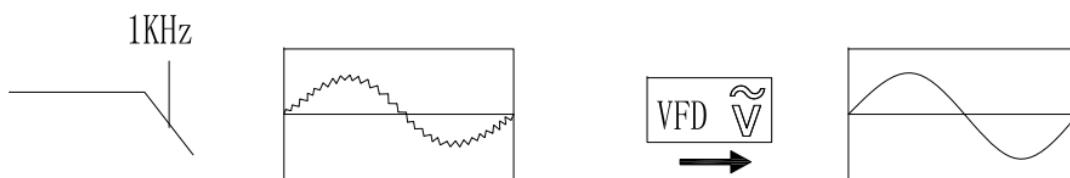

Abbildung 6
- 4) Im AC-Spannungsbereich kann die VFD-Tiefpassfilterfunktion durch das Drücken von SELECT (AUSWAHL)-Taste ausgewählt werden, um das vom Umrichter und Umrichtermotor erzeugte zusammengesetzte Sinussignal zu messen, wie unten dargestellt (Abbildung 6).